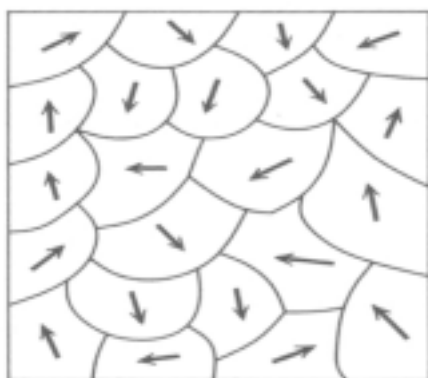

図 4・1 磁区構造
4.1 磁区と磁壁 3.の冒頭で述べたとおり,磁性原子として鉄,コバルト,ニッケルがある。これらは外部磁場に対して,強く磁化することから**強磁性体**とよばれている。強磁性体の内部をみるといくつか自発磁化が集まって区画を形成しているのがわかる。(図 4・1)